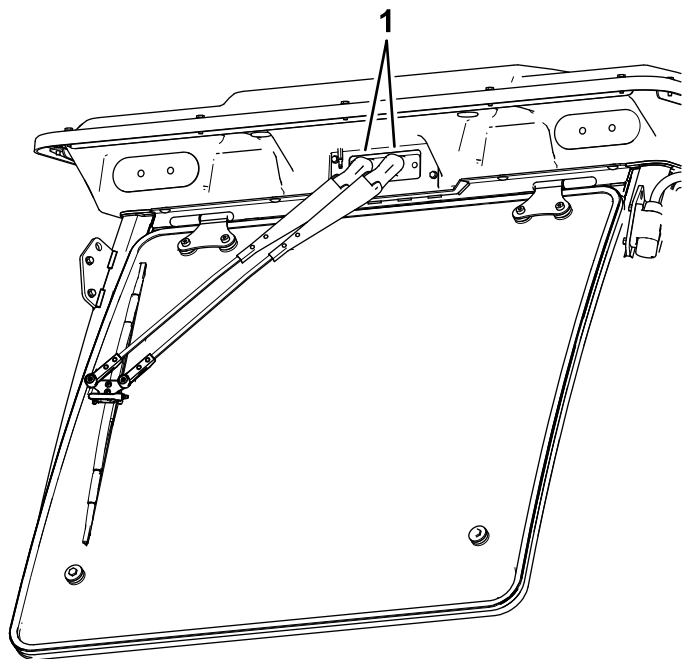

Figura 83
- 1. Abra los tapones en la parte superior de los brazos del limpiaparabrisas (Figura 83).